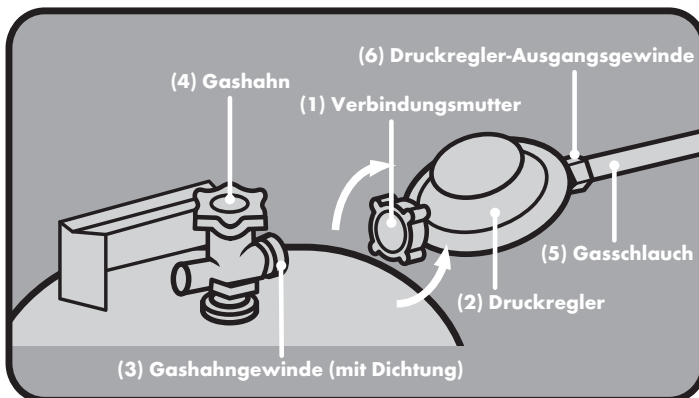

Abb. 1: Montage des Druckreglers
2. Verbinden Sie den Druckregler mit der Gasflasche, indem Sie die Verbindungsmutter (1) des Druckreglers (2) durch Linksdrehung (von Hand) auf das Gashahngewinde (3) schrauben (siehe Abb. 1).
4. Verbinden Sie den Druckregler mit der Gasflasche, indem Sie die Verbindungsmutter (siehe Abb.1, Nr.1) des Druckreglers (siehe Abb.1, Nr.2) durch Linksdrehung (von Hand) auf das Gashahngewinde (siehe Abb.1, Nr.3) schrauben (siehe Abb. 1).